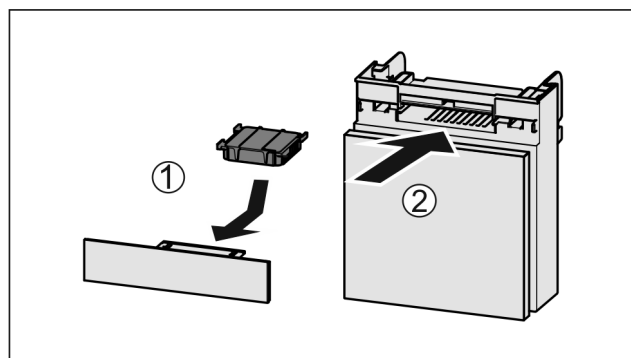

Fig. 237
- Aseta aktiivihilisuodatin kuvan mukaisesti paikoilleen Fig. 237 (1).
- Työnnä lokero kiinni Fig. 237 (2).